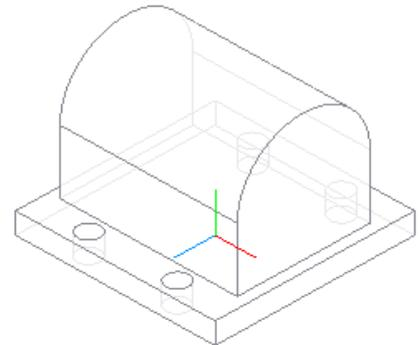

Рис. 7.27
4. Применяем к полученному эскизу команду  **Приклеить выдавливанием**. **Направление выдавливания – Средняя плоскость, Расстояние – 80** (рис. 7.27).